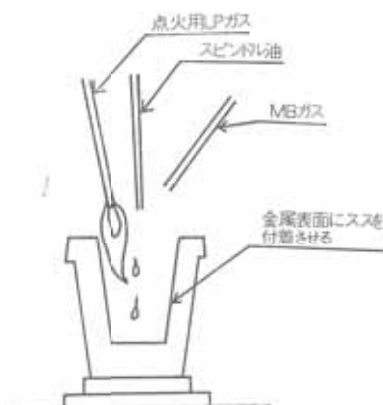

図 2 ガラス成型機
- (2) 成型機は図2に示すように、スピンドル油とMBガス(炭素数3~4の炭化水素を主成分とする可燃性ガス)を所定量導入し、点火して金型にすすを付着させて離型剤を形成させた後、溶融したガラスを流し込む構造となっている。